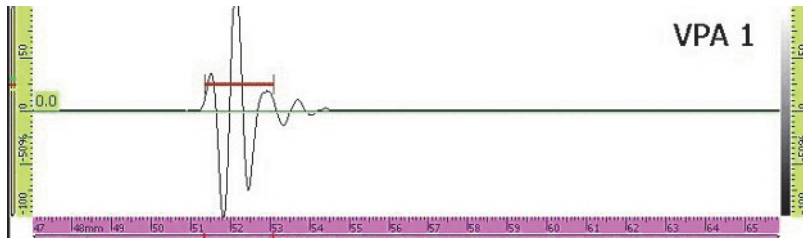

Рис. 7-6 Строб А на сигнале от металлического шарика
7. С помощью кнопок параметров **Начало** и **Ширина** установите строб А поперек сигнала, как показано на Рис. 7-6 на стр. 218.